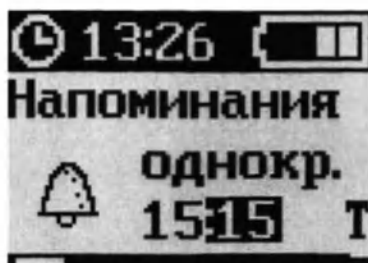

Рисунок 175 – Экран «НАПОМИНАНИЯ»
8. Кнопками «ВВЕРХ» и (или) «ВНИЗ» установить минуты напоминания (рисунок 175).